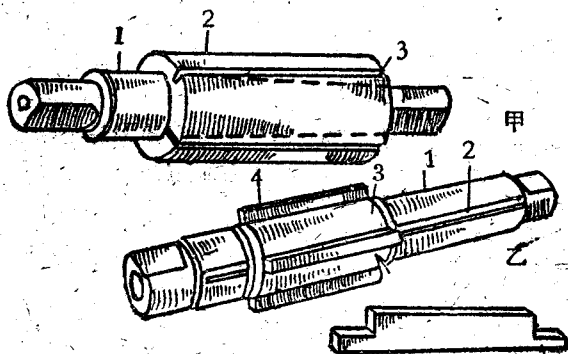

图 29
4)漲力軸胎 漲力軸胎的形狀很多, 常用的如图 29 所示, 图中甲 1 是軸, 在它的外圓上帶有很小的錐度。2 是套筒, 在套筒